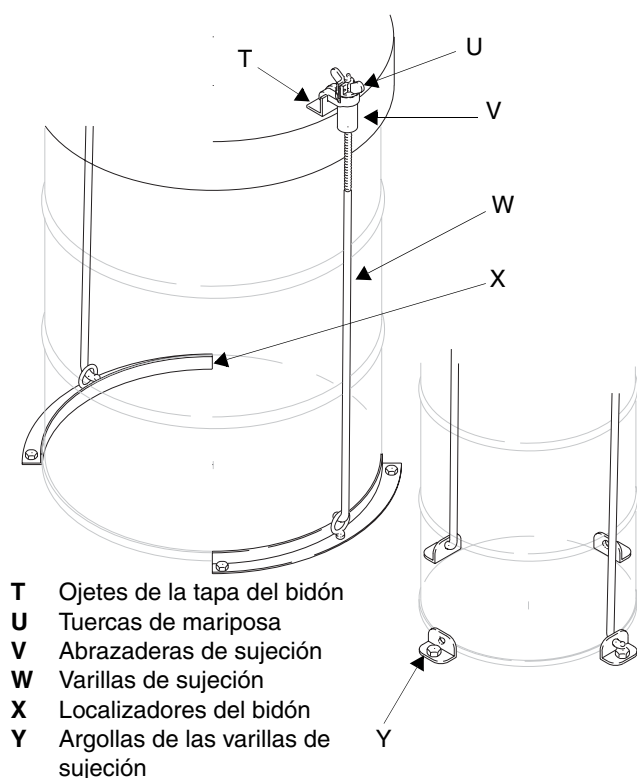

FIG. 8
2. Coloque las orejetas de sujeción (Y) o las piezas de conexión del bidón (X) alrededor de la base del bidón y atorníllelo directamente a la plataforma de montaje o de la carretilla. Vea FIG. 8.
4. Alinee los ojetes de la tapa del bidón (T) con las varillas de sujeción (W), instale las abrazaderas de
la tapa (V) y las tuercas de mariposa (U) y apriételas firmemente. Vea FIG. 8.
4. Alinee los ojetes de la tapa del bidón (T) con las varillas de sujeción (W), instale las abrazaderas de sujeción (V) y las tuercas de mariposa (U) y apriételas firmemente. Vea FIG. 8.